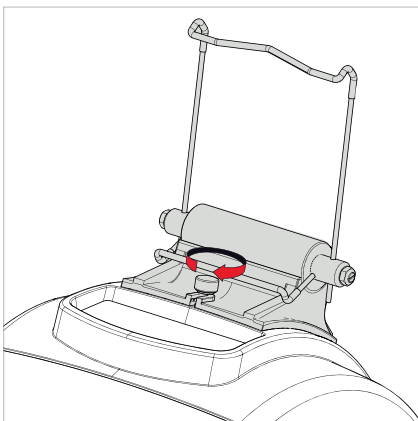

Fig. 15
- 4) Draai de draaiknop vast zodat de tabletsteun bevestigd is aan het bovenste carter (Fig. 15).